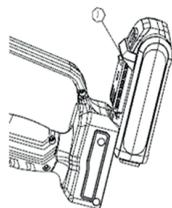

Figura 3
- e) Inserire la batteria allineando il pacco batteria particolare n.1 (Figura 3), allo slot alla base del manico della sega a catena e inserirlo fino a quando il pacco batteria non è bloccato e fa clic; per rimuovere la batteria premere il tasto rosso e tenendolo premuto sfilare la batteria dallo slot.